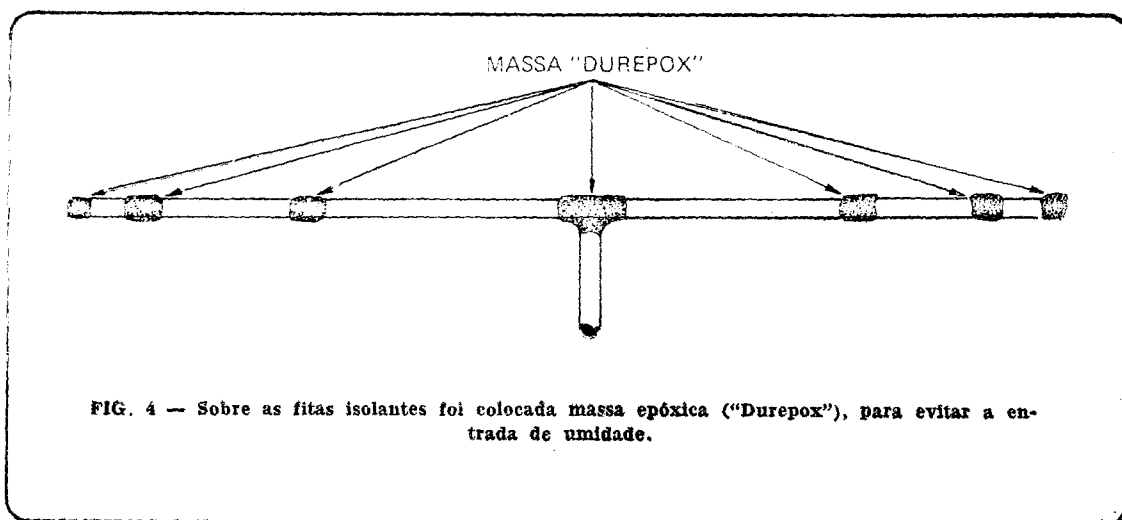

FIG. 4 — Sobre as fitas isolantes foi colocada massa epóxica ("Durepox"), para evitar a entrada de umidade.
- Interliguei a linha de alimentação no centro da antenna (Fig. 3) e isolei todas as emendas com fita isolante de autofusão, aplicando, em seguida, massa "Durepox" sobre as mesmas para evitar a penetração de umidade (Fig. 4), procurando dar no centro da antenna a forma de um isolador central, que já iria facilitar
— Interliguei os "baluns" nas extremidades de antena e a linha de alimentação no seu centro — fig. 3 — isolei todas as emendas com fita isolante de autofusão, aplicando, em seguida, massa de "Durepox" sobre as mesmas para evitar a penetração de umidade — fig. 4 — procurando dar no centro a forma em "T" de um isolador central.
Fig. 4 – Sobre as fitas isolantes foi colocada massa epóxica (Durepox) para evitar a entrada de umidades. Obs.: antes de aplicar massa epóxica nas pontas dos “baluns”, convém colocar isoladores, tipo castanha, para fixação da antena. Outra solução é embutir na massa a extremidade de laços de tralha de nylon ou propileno, com igual finalidade de fixação da antena.
Após um demorado estudo do assunto (por felicidade, disponho da literatura completa da Collins) resolvi fazer um modelo experimental, cuja operação excedeu as minhas melhores expectativas, e creio ser a solução do problema da sintonia da "longwire". Substituí o transformador de R.F. (L1) por um indutor fixo, com derivações selecionadas por uma chave de onda (um pólo e onze posições). A Fig. 4 traz o arranjo que adotei.